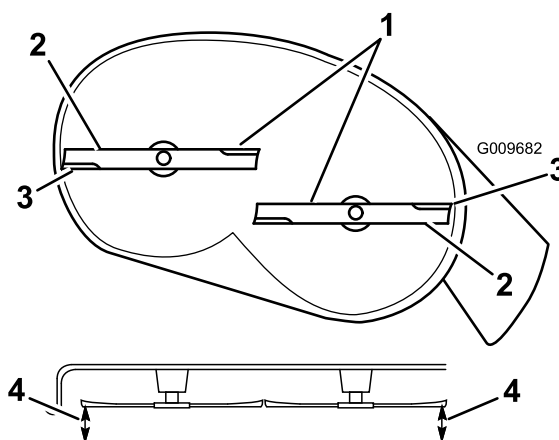
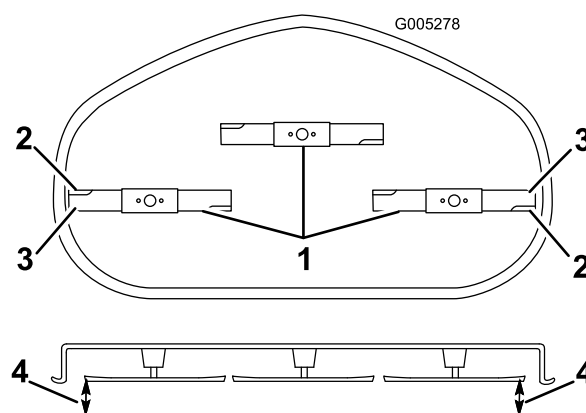

Figura 59
Figura 60
4. Rode cuidadosamente as lâminas para que todas estejam alinhadas (Figura 59 e Figura 60).
5. Meça entre as extremidades de corte exteriores e a superfície plana (Figura 59 e Figura 60). Se ambas as medições não se encontrarem dentro do intervalo de 5 mm, é necessário um ajuste, continue com este procedimento.